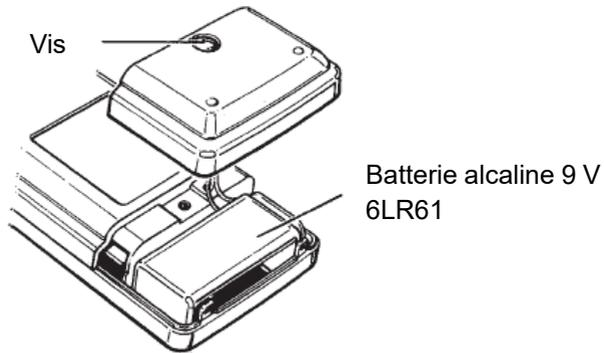

Fig.7
- (1) Positionnez le commutateur en position OFF.
- (2) Retirez le couvercle du compartiment à batteries en le dévissant comme indiqué à la figure 7.